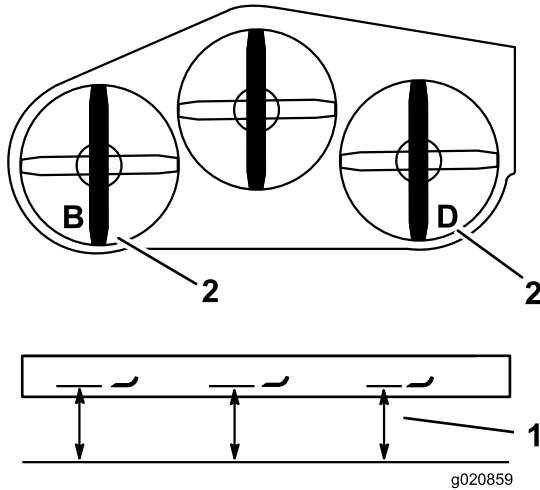

Figura 84
2. Meça a lâmina esquerda no local **B**, numa superfície nivelada à extremidade de corte da ponta da lâmina e registre esta medição (Figura 84).
3. Meça a lâmina direita no local **D**, numa superfície nivelada à extremidade de corte da ponta da lâmina e registre esta medição (Figura 84).
Nota: A medição na posição **B** tem de estar até 3 mm da medição na posição **D** (Figura 84). Caso isto não esteja correto, avance para os passos abaixo.